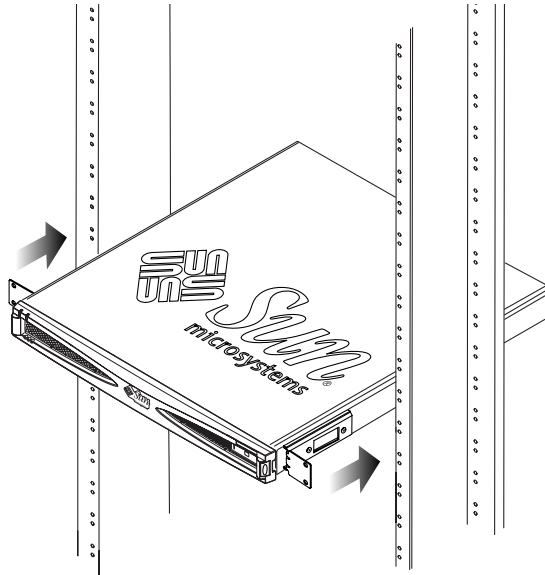
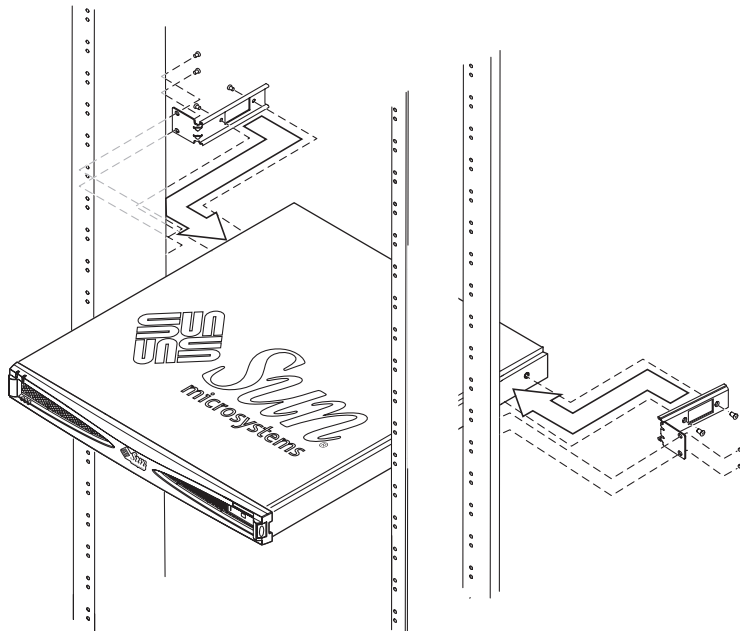

ABBILDUNG 3-11 Installation in einem Relais-Rack mit zwei Stützen und Montage-Winkeln an der Vorderseite
ABBILDUNG 3-12 Installation in einem Relais-Rack mit zwei Stützen und Montage-Winkeln an der Rückseite
2. Platzieren Sie das Speichergehäuse im Rack, und ziehen Sie die Schrauben fest (siehe ABBILDUNG 3-11 und ABBILDUNG 3-12).